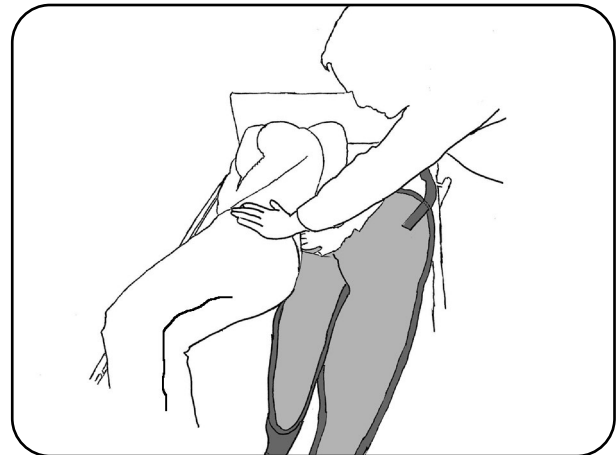

Abb. 8.3.04 - Liftergurt hinter dem Rücken des Patienten positioniert
5. Falten Sie den Liftergurt in der Hälfte zusammen und legen Sie ihn hinter den Rücken des Patienten. Dabei soll die Unterkante ca. eine Handbreite über dem Steißbein des Patienten liegen (Abb. 8.3.04).